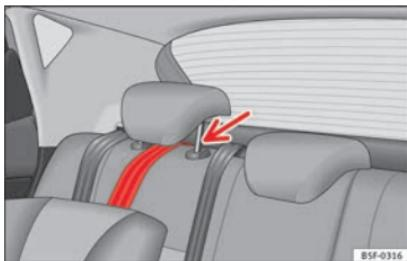

Fig. 34 Cinghia di fissaggio: regolazione corretta e montaggio.
- Collocare la cinghia al di sotto del poggiatesta del sedile posteriore » fig. 34 (sollevare il poggiatesta se necessario).